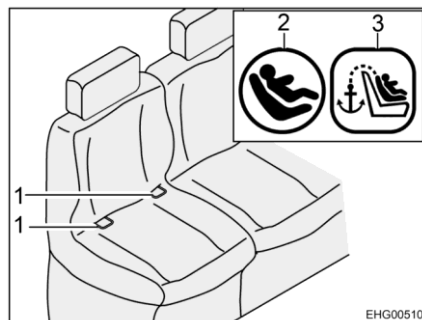
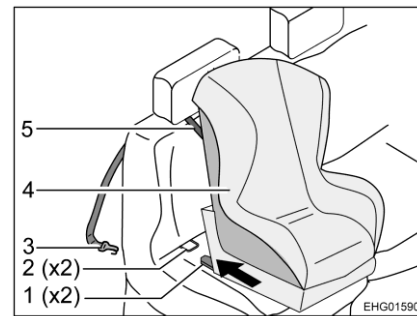

Bild 15 Stol med Isofix
Bild 16 Fastsättning med övre hållrem
- Låt låsarm (Bild 16,1) i fästbygel (Bild 15,1 och Bild 16,2) klicka på plats. Ett tydligt klickande ljud ska höras.
- Kontrollera med ett kraftigt ryck om barnstolen (Bild 16,4) sitter fast.
- Dra övre hållremmen (Bild 16,5) mellan nackstödet och ryggdynan.
- Haka fast fästkorkarna (Bild 16,3) på förankringspunkten på baksidan av nackstödet på fordonssitsen.